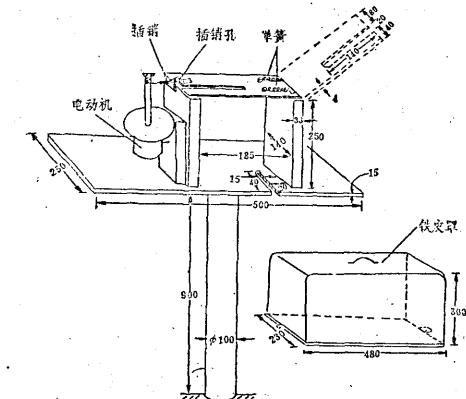
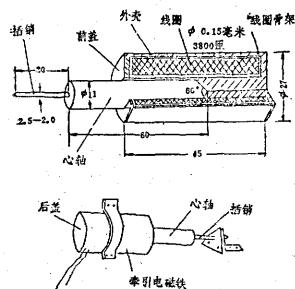

图 1 遥控放球器的结构
图 2 电磁铁结构
1. 遥控放球器的结构 用一根木柱支撑一块水平木板，木板上镶有两块垂直木板，其间开一U形槽；两块木板的顶端加一块金属板盖，板盖上也有U形槽，一端装有合页和弹簧，另一端有插销孔与垂直板上的插销孔相对准。垂直木板外侧固定一个小型电动机（图1）或电磁铁（见图2）来控制插销。